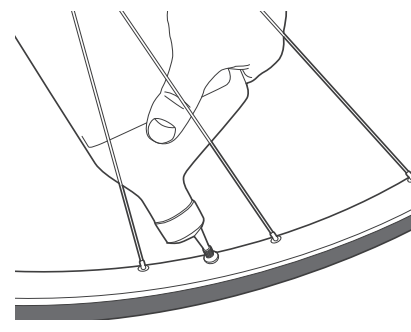

Figura 25: Despeje o vedante pela válvula.
4. Despeje o vedante pela válvula (Figura 25). Consulte o recipiente do selante para obter a quantidade recomendada.